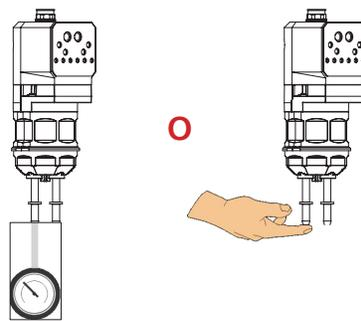

Figura 11 Opciones de comprobación de vacío
3. Desconectar el tubo de polvo de la bomba. Conectar el vacuómetro al racor de succión o poner el dedo sobre el racor, tal y como se muestra en la figura 11.